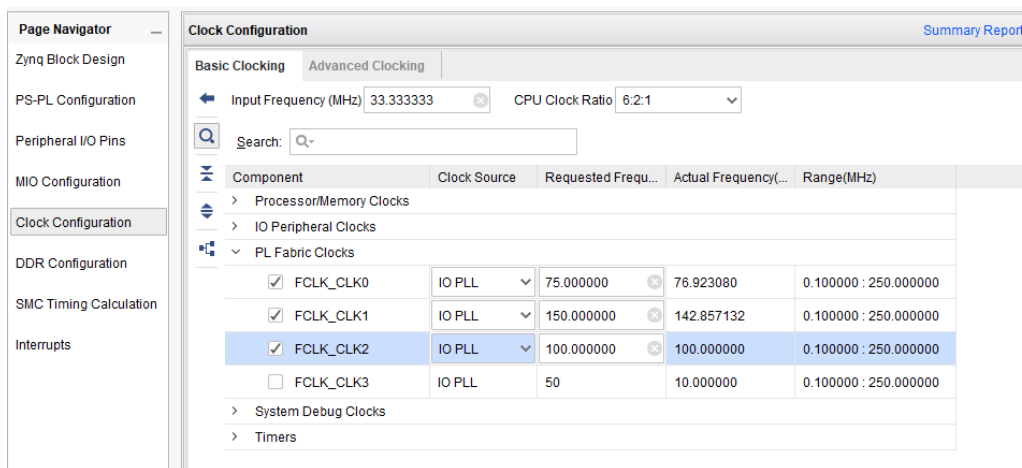

FIGURE 1 – Horloges à générer sur le Zynq
5. Configurez le Zynq pour qu'il génère 3 horloges différentes (figure 1).